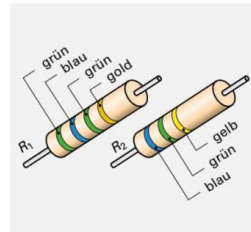

Bild 2: Widerstände
7. Widerstände (Bild 2): Bestimmen Sie für die zwei Widerstände